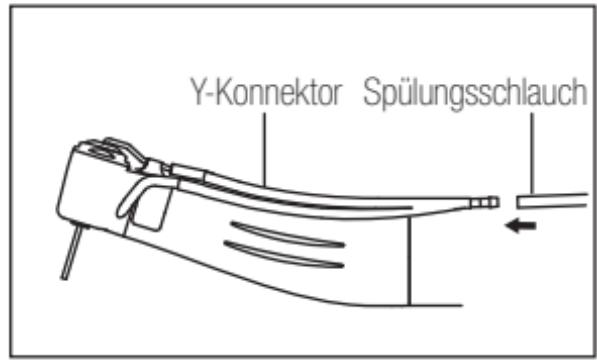

Abb. 5
- 2) Schließen Sie den Spülsschlauch fest an den Y-Konnektor an. (Abb. 5)